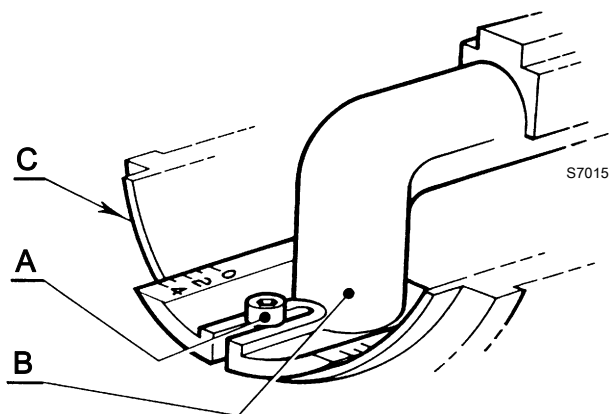

图 14
- 拧松螺丝 A) (图 14 页 17)，移动弯头 B) 使之与连接器 (C) 的端面对齐到设定的刻度。